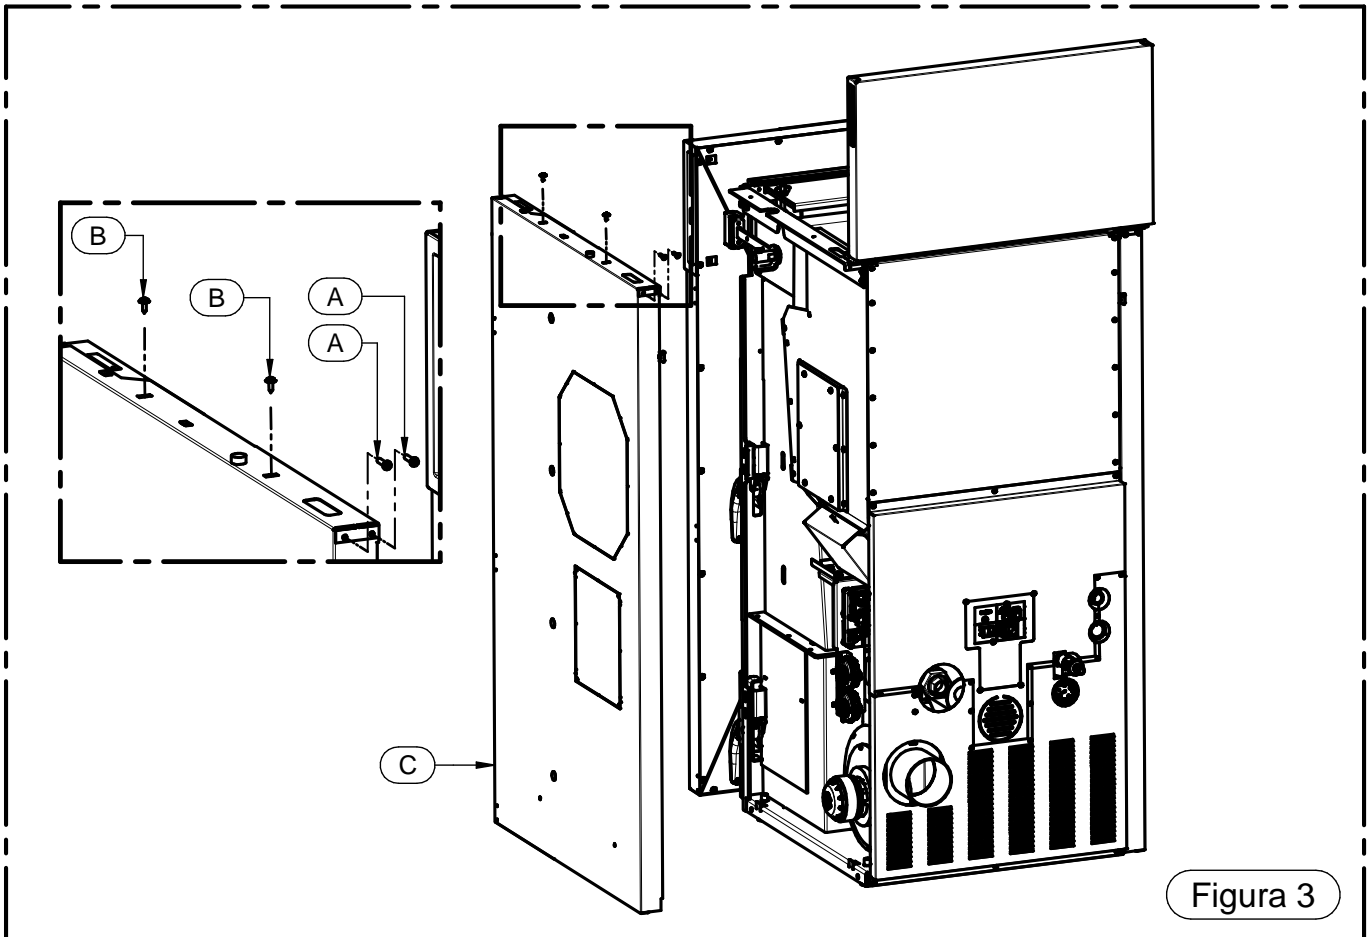

Figura 3
- Togliere le viti A e le viti B e togliere il fianco completo di portone C (Figura 3).